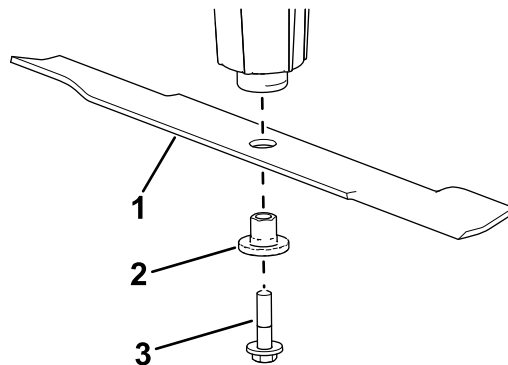

Рисунок 24
4. Снимите болт ножа, втулку и нож с вала шпинделя (**Рисунок 24**).